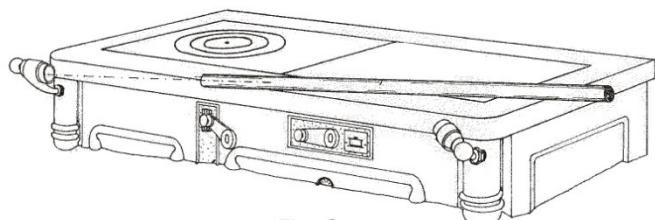
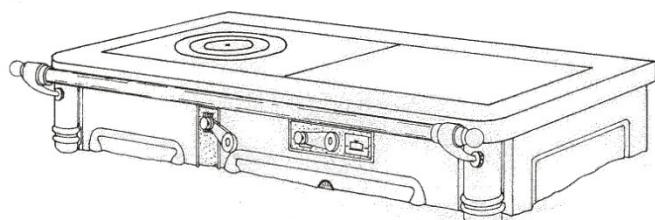

Fig. 3
Fig. 4
**Barra pasamanos:** introducir en el soporte izquierdo y abocar sobre el derecho (fig. 3). Girando el soporte derecho en el sentido contrario a las agujas del reloj introduciendo la barra pasamanos en el mismo y posicionándolo en horizontal (fig. 4). Manteniendo la posición del soporte, se aprieta la tuerca sobre el esquinero y se logra su fijación.